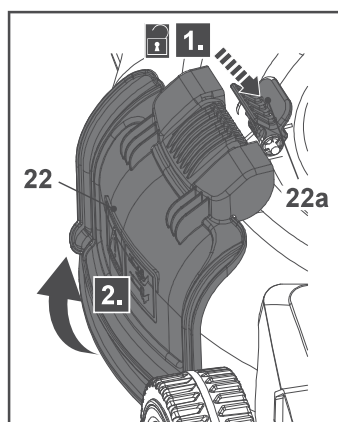

Fig. 19
2. Empuje la hebilla de bloqueo (22a) hacia el motor y manténgala en esa posición para desacoplarla (Fig. 19, paso 1).
3. Abra el protector de deflector lateral (22) y manténgalo en posición (Fig. 19, paso 2).